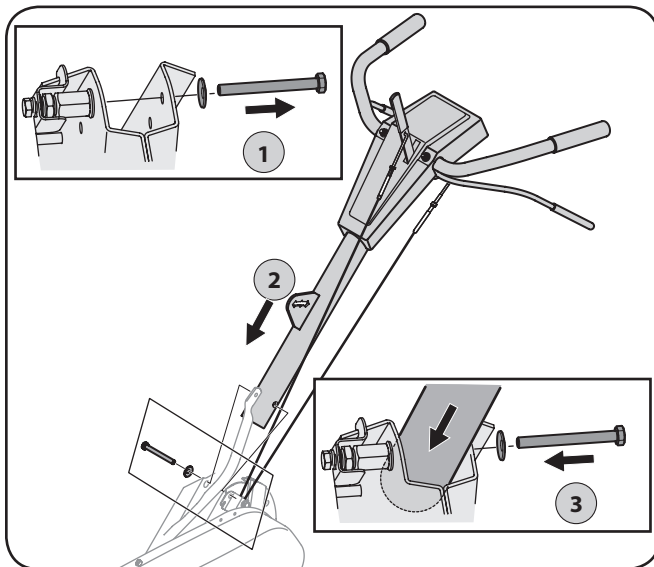

Figure 3-3
- Retirez le boulon et la rondelle du côté droit du châssis. Retenez le support du guide-câble du côté gauche du châssis, sinon il tombera lorsque vous retirez le boulon. Voir Figure 3-3 (1).
- Placez la colonne de la poignée dans le châssis comme indiqué. Voir Figure 3-3 (2).
- Glissez le boulon dans la rondelle, dans le châssis, dans la poignée et dans le support du guide-câble. Prenez note que l'encoche sur le support du guide-câble dépasse la bride du châssis. Voir Figure 3-3 (3).